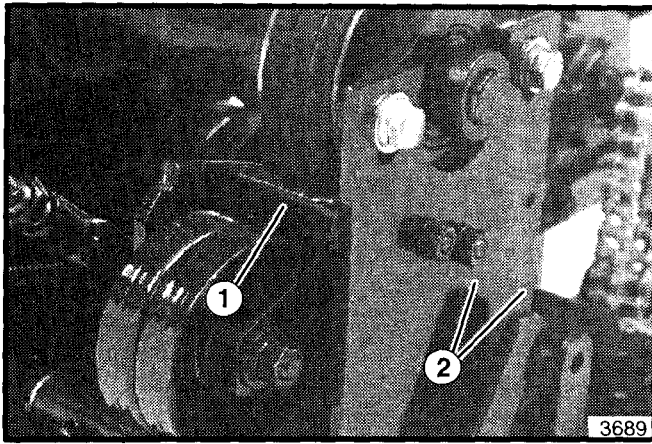

Figura 23. Regolazione del ferma cinghia
17. Innestare la frizione di propulsione della bobina. Controllare la distanza dalla puleggia folle al ferma cinghia imbullonato alla piastra di montaggio; la distanza minima dovrebbe essere 2 mm (1/16 di pollice). Se necessario, allentare il ferma cinghia e posizionarlo nuovamente (vedere figura 23). Stringere la viteria.